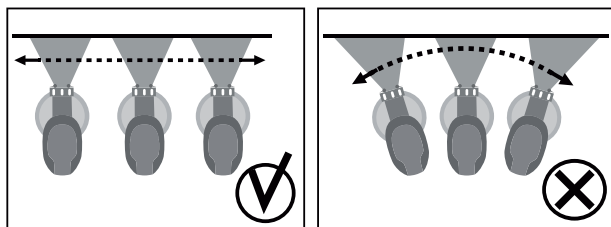

Рис. 5
1. Установите распылитель на расстоянии 25-30 см от окрашиваемой поверхности. Включите изделие, сначала нажав кнопку включения компрессора, затем курок выключателя (3).
Примечание! Расхода материала определяется регулятором (2). Равномерно ведите изделие вдоль окрашиваемой поверхности, держа распылитель перпендикулярно ей. В процессе работы не отклоняйте изделие от перпендикулярного положения (Рис. 5).